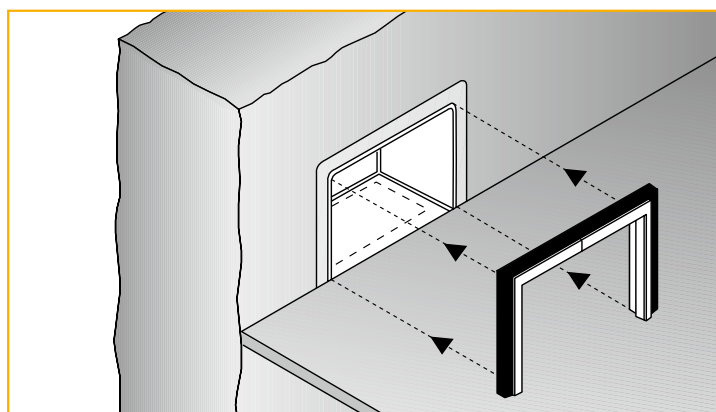

Abbildung 3
- ▶ Rahmen aufklappen und bis zum Anschlag auf die Schöck Tronsole® Typ AZ stecken (Abbildung 3). Der Anschluss-Rahmen erleichtert den schallbrücken freien Anschluss der Schöck Fugenplatten Typ PL.